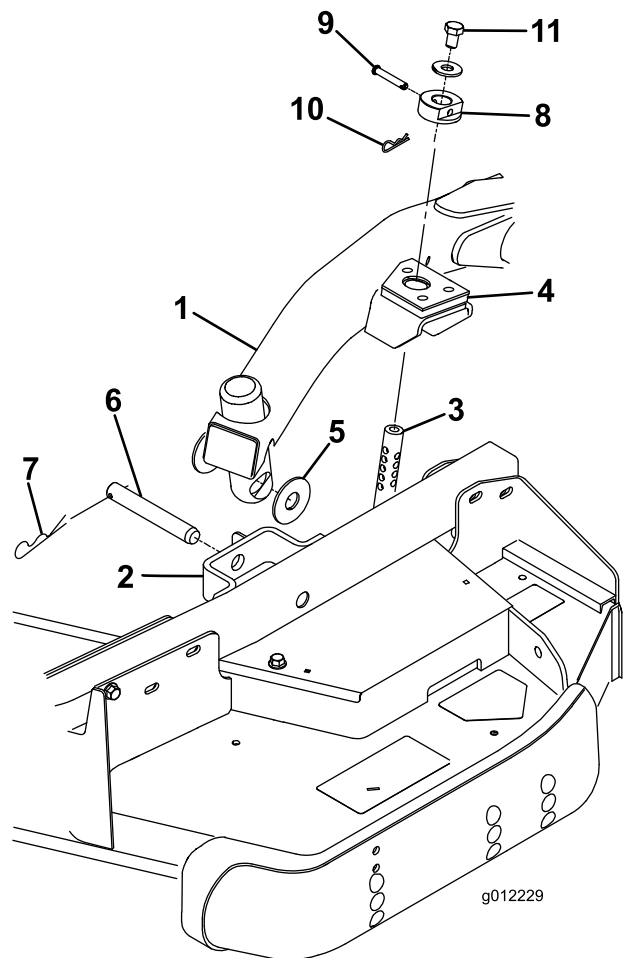

Figure 26
4. Placez le levier de relevage en position de flottement. Poussez un bras de relevage vers le bas jusqu'à ce que ses trous soient alignés sur ceux du support du bras pivotant. Il est alors possible d'introduire la tige de réglage de hauteur de coupe dans les patins du bras de levage (Figure 26).
5. Fixez le bras de relevage au bras pivotant avec (2) rondelles de butée, un axe de chape et une goupille fendue. Placez les rondelles de butée entre le bras de relevage et le support de bras pivotant (Figure 26). Insérez l'extrémité de la goupille fendue dans la fente de la patte du bras pivotant pour retenir la goupille fendue.
9. Montez les bagues de hauteur de coupe sur les tiges de réglage de hauteur de coupe et fixez-les avec les axes de chape et les goupilles fendues (Figure 26). La tête de l'axe de chape doit être dirigée vers l'avant du plateau.
10. Montez un boulon 1/2 x 3/4" et une rondelle sur chaque tige de réglage de hauteur de coupe (Figure 26).